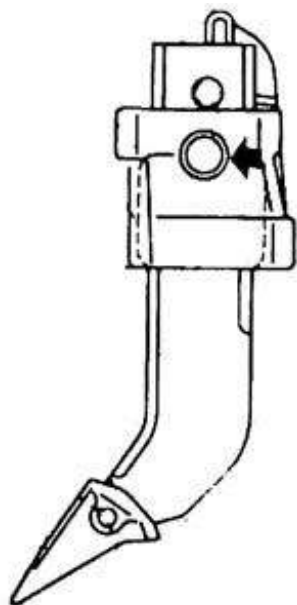

Рис. 7-9
7.7. Регулировка глубины копания рыхлителя (Рис. 7-9)